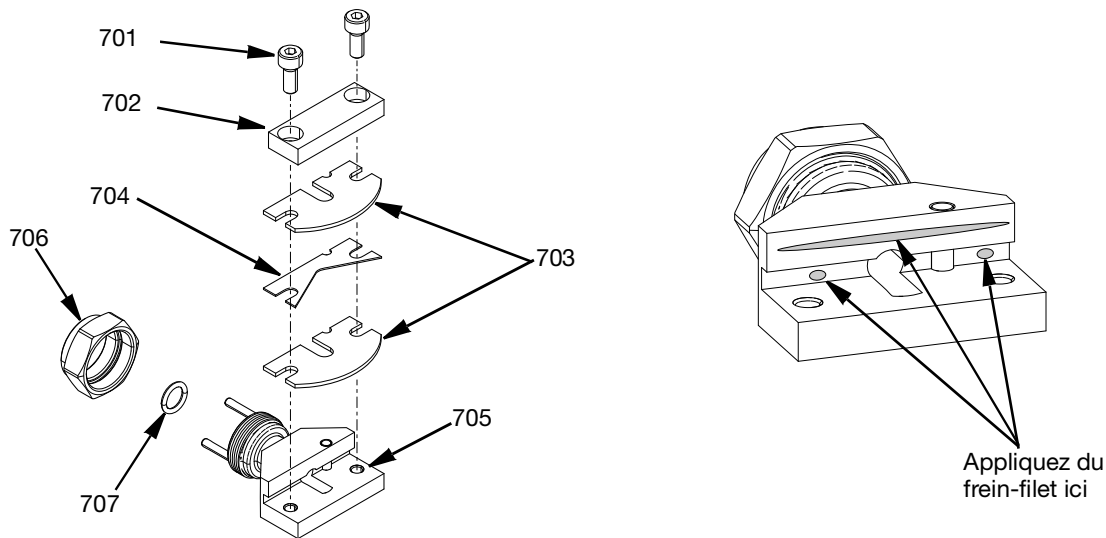

FIG. 41
2. Placez l'entretoise de buse (704) entre deux plaques de buse extérieures WC (703) et alignez les encoches dans les pièces.
3. Le frein-filet bleu de force moyenne utilisé pour cet assemblage est Loctite® 242 ou équivalent à la surface indiquée à la FIG. 41.
4. Placez les pièces en sandwich contre la marche de la buse du boîtier (705) en alignant les encoches avec la goupille de positionnement dans la buse du boîtier.
5. Placez le collier (702) avec l'encoche du passage de fluide face au passage de fluide et serrez avec deux vis M4 SHC (701). Serrez au couple de 3,3 N•m. Voir FIG. 41.